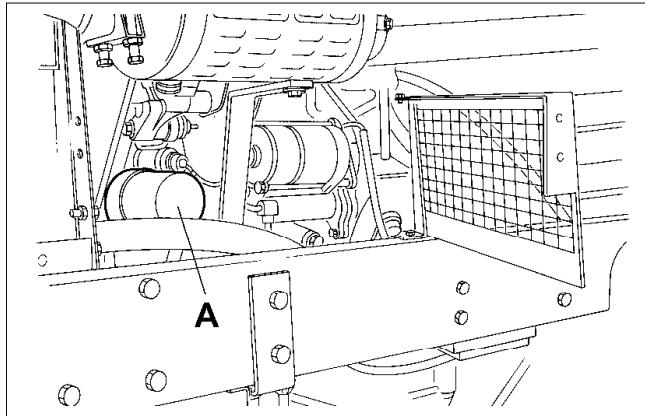

Fig.27
- Fjern indsatsen (A Fig. 27) fra motoren ved at skru den løs og smide den væk.
- Skruva ut patronen (A fig. 27) ut motorn och kassera den.